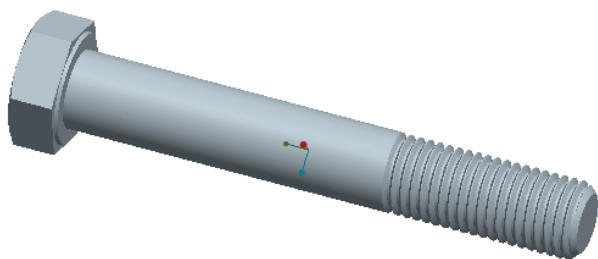

图 12-139 螺栓效果
- (1) 如何在零件模型的指定曲面上创建可以表示商标信息或操作标识的偏移特征？
- (2) 在创建旋转特征时，如果在旋转截面中需要绘制多条中心线，那么如何指定哪条中心线作为旋转轴？
- (3) 上机练习：按照图 12-139 所示的螺栓效果（M12×80），由读者建立其三维模型，注意总结外螺纹的创建方法与技巧。